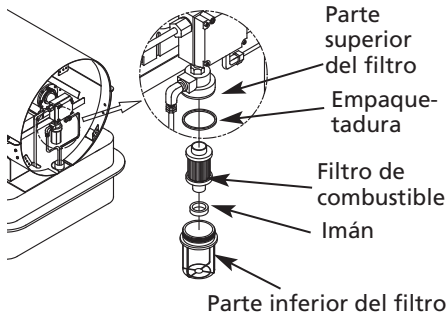

Figura 19 – Filtro de la Bomba de Combustible
- Retire el filtro de combustible, la empaquetadura y el imán de la parte inferior del filtro (consulte la Figura 19).